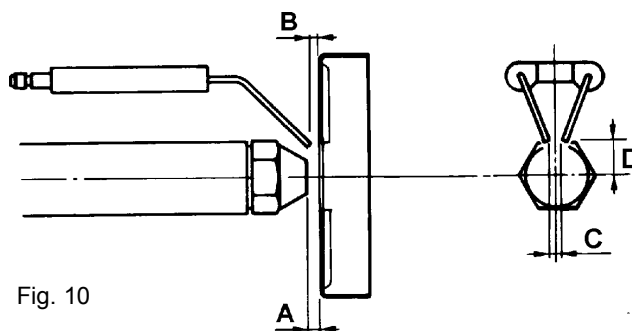

Fig. 10
- esame elettrodi di accensione e relativi isolatori in ceramica, pulizia, eventuale registrazione e se necessario, sostituzione (vedi fig. 10);